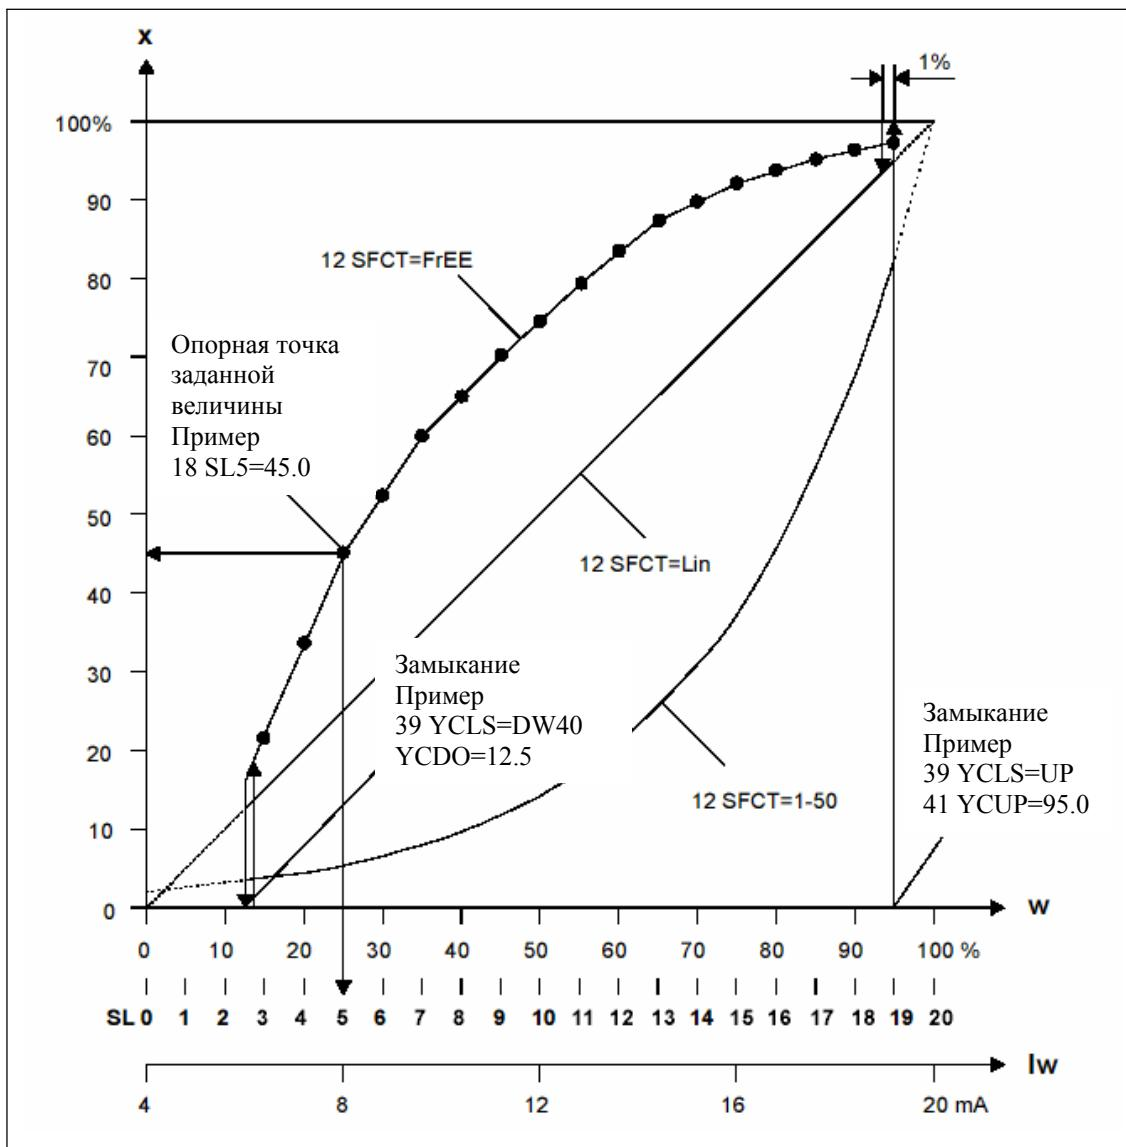

Рис. 4-8 Характеристики заданной величины, нормирование
Функция заданной величины (см. рис. 4-8, стр. 83)
13.SL0 до 33.SL20	Опорные точки заданной величины (см. рис. 4-8, стр. 83) С интервалом в 5 % каждой опорной точке заданной величины может быть сопоставлен параметр расхода. Эти точки составляют полигональную линию с 20 прямыми, которая отображает характеристику вентиля. Ввод опорных точек заданной величины возможен только при 12.SFCT=FrEE. Вы можете вводить только строго монотонную растущую характеристику, чьи опорные точки отличаются друг от друга минимум на 0,2%. При нарушении условия монотонности, сразу же после выхода из «Конфигурирования», появляется сообщение об ошибке. Если Вам необходима падающая характеристика, Вы должны задать растущую и изменить направление посредством ввода 7.SDIR = fall.
35.YA	Начало ограничения управляющих воздействий (см. рис. 4-8 и 4-9) и
36.YE	конец ограничения управляющих воздействий (см. рис. 4-8 и 4-9) С помощью параметров “35.YA” и “36.YE” механическое установочное движение (от упора до упора) ограничивается установленными значениями. Тем самым механический диапазон установки привода может быть ограничен эффективным расходом и избегается насыщение интеграла управляющего регулятора.
37.YNRM	Нормирование управляющих воздействий (см. рис. 4-8 и 4-9) С помощью ограничения управляющего воздействия (через “35.YA” и “36.YE”) для индикации на дисплее и позиционного квитирования через выход тока появляются два различных масштабирования (MPOS или FLOW). MPOS-масштабирование показывает механическую позицию (0 до 100%) между жесткими упорами инициализации. На него не влияют параметры “35.YA” и “36.YE”. Параметры “35.YA” и “36.YE” индицируются в масштабе MPOS. Масштаб FLOW является нормированием (0 до 100%) на диапазон между “35.YA” и “36.YE”. К этому диапазону также всегда относится заданная величина w (0 до 100%). Тем самым получается (также и при использовании характеристик вентиля) индикация, в известной степени пропорциональная расходу, и позиционное квитирование ly. Для достижения рассогласования заданная величина на дисплее представляется также в соответствующем масштабе.
Замыкание управляющих воздействий (см. рис. 4-8, стр. 83)